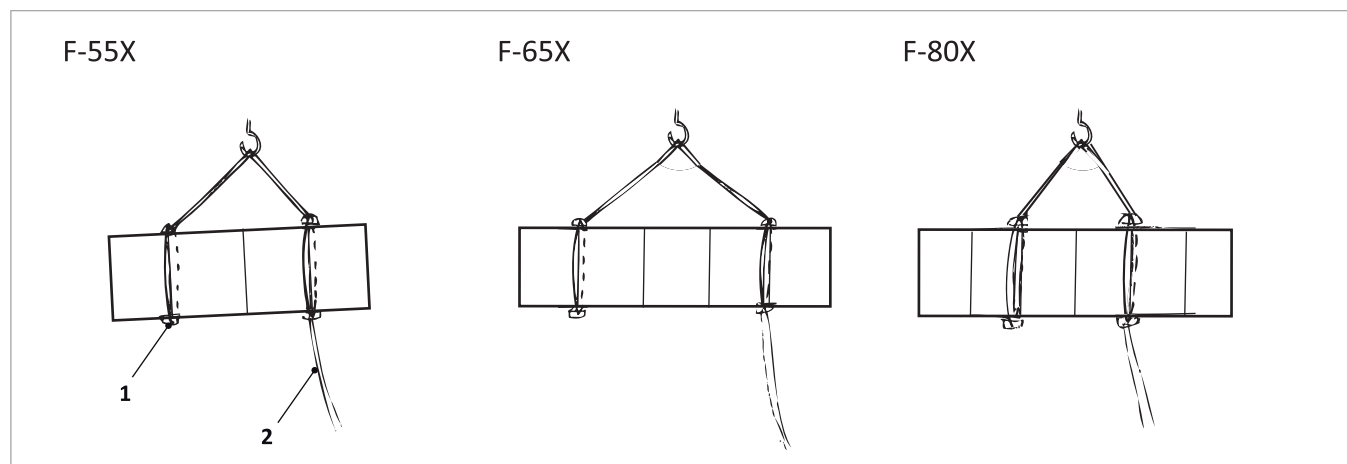

Fig. 2: SolvisFera: posición de los puntos de agarre y de las correas de elevación
- Fijar los puntos de agarre y las correas de elevación en el colector según → *fig. 2.*